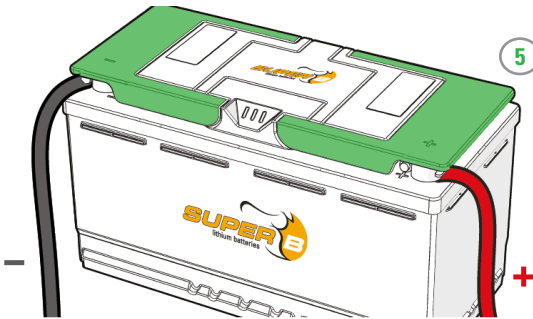

Abbildung 11. Setzen Sie die Griffabdeckungen auf die Pole
5. Setzen Sie die Griffabdeckungen auf die Pole. (Abbildung 11)
4. Setzen Sie die Griffabdeckungen auf die Pole. (Abbildung 11)